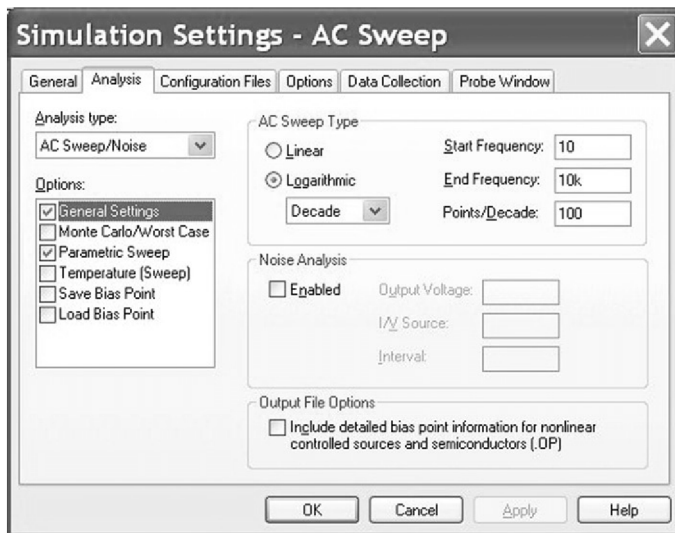

图 5.19 交流扫描分析设置
2. 创建交流扫描分析仿真文件，仿真设置与练习 1 的无源陷波滤波器一致：对数扫描方式，起始频率为 10Hz，结束频率为 10kHz，每 10 倍频扫描点数为 100（见图 5.19）。最后单击 **Apply** 按钮对仿真设置进行确认，并退出仿真设置窗口。